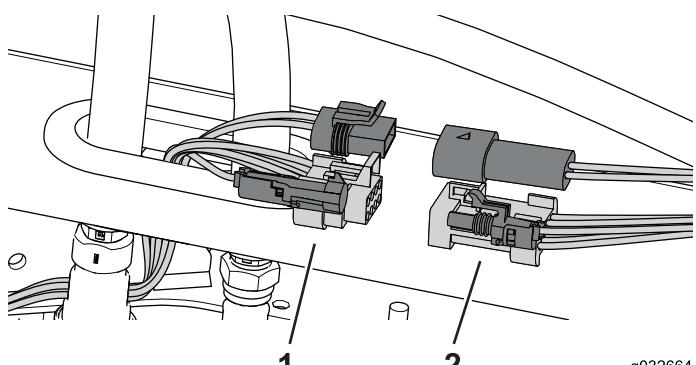

Рисунок 108
- Отсоедините жгут проводов машины от жгута проводов кабине (Рисунок 108).